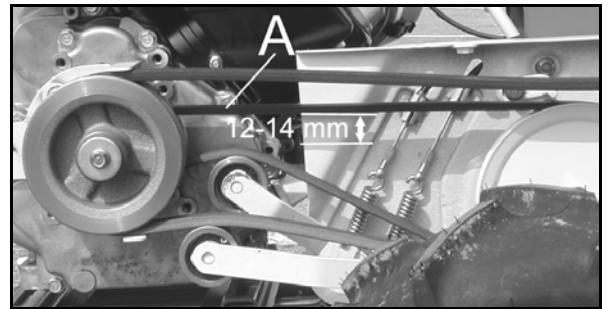

Bild22
- Drücken sie mit dem Fingen (A, Bild 22) der Keilriemen muss sich 12 bis 14 mm bewegen. Wenn nach stellen sie die Bowdenzüge passend ein.